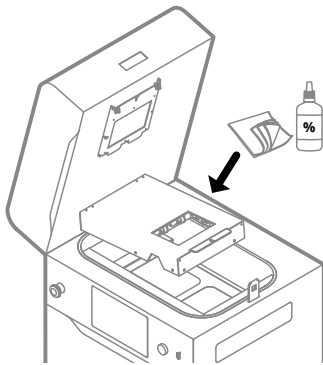

Abb. 12.50 Reinige den Reflektor gründlich, bevor Du eine neue Dichtung anbringst.
- Verwende ein mit Alkohol getränktes Baumwolltuch, um die Dichtungsrückstände zu entfernen (Abb. 12.50).